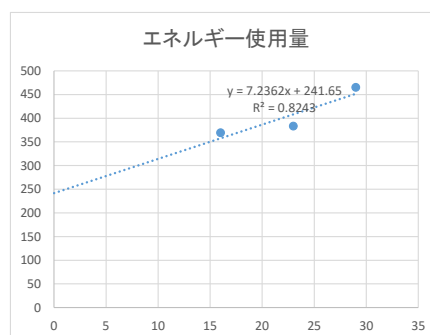

図 11 回帰分析結果
(5) 生産量や売上高とエネルギー使用量の関係は、直線関係ですので、線形近似(L)が選択されていることを確認し、後方補外(B)に横軸(生産量)の最小値(この例では 16)を入力し、グラフに数式を表示する(E)とグラフにR-2乗値を表示する(R)に☑マークを入れると図 11 のように、回帰線が引かれ、回帰式と相関係数 R の事情値が表示されます。